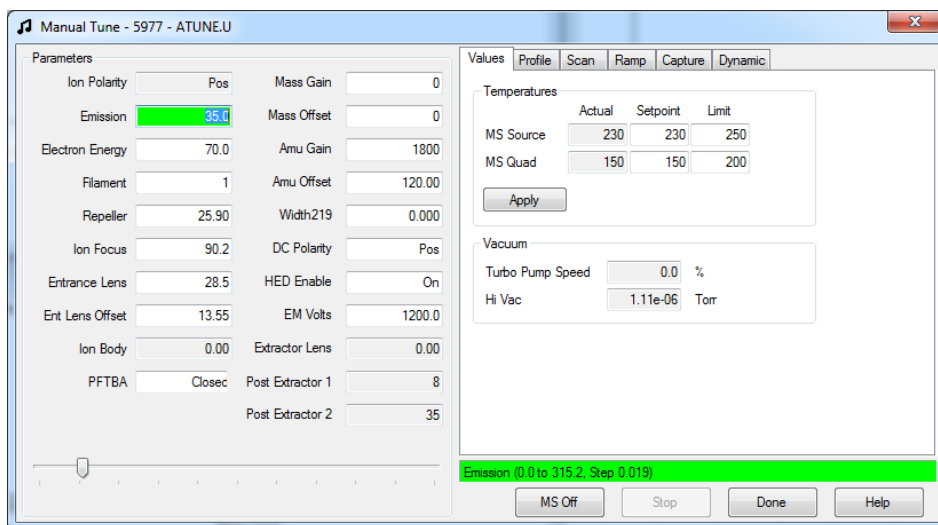
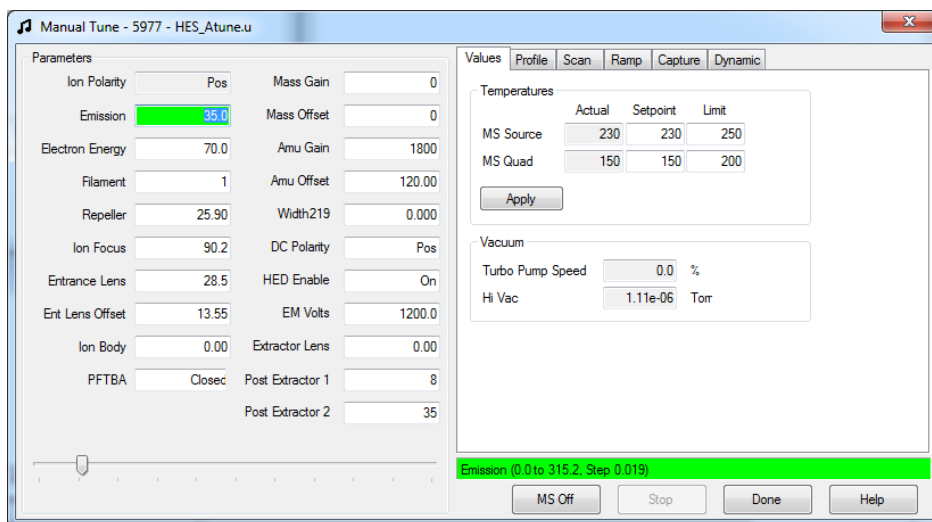

Figure 32 Onglet des valeurs du réglage manuel
Figure 33 Onglet des valeurs du réglage manuel HES
- 2 Cliquer sur l'onglet **Values** (Valeurs) pour afficher les températures et le vide du MSD. (Voir **Figure 32** et **Figure 33** page 127).